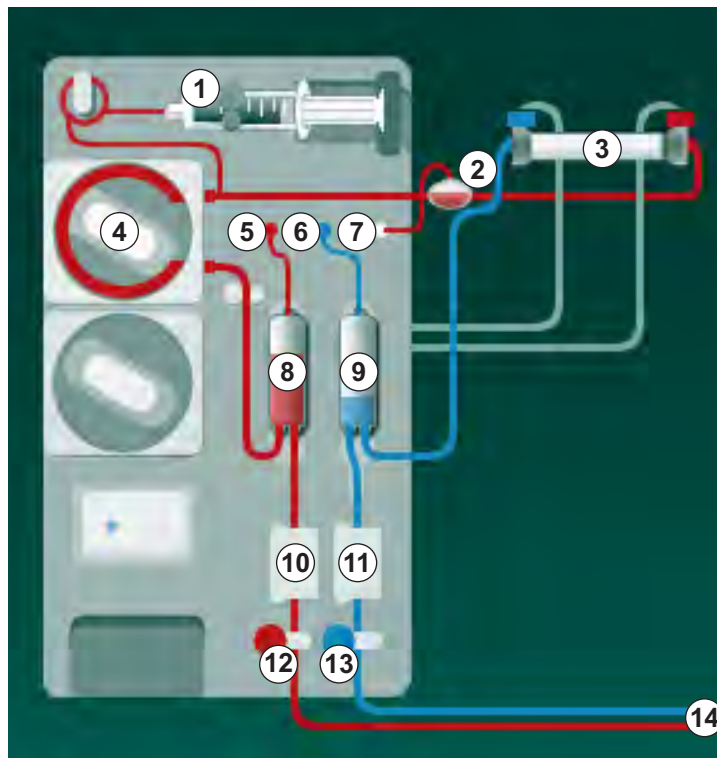

Fig. 9-3 Indsætning af blodslangesystem - Single-needle-cross-over
1. Fastgør dialysefilter (Fig. 9-3, ③) dialysefiltret i dialysefilterholderen (se afsnit 5.6 Tilslutning af dialysefilter (94)).
- 5 Arterietryksensor (PA)
- 6 Venetryksensor (PV)